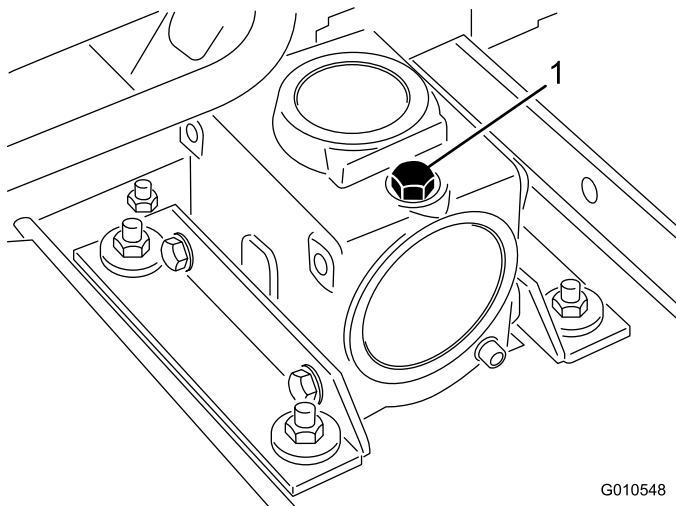

Bild 13
2. Nehmen Sie den Ölpeilstab bzw. die Ablassschraube oben am Getriebe ab (Bild 13) und stellen Sie sicher, dass der Schmiermittelstand zwischen den Marken am Peilstab liegt. Wenn der Schmiermittelstand niedrig ist, füllen Sie Schmiermittel ein, bis der Stand zwischen den Marken liegt.